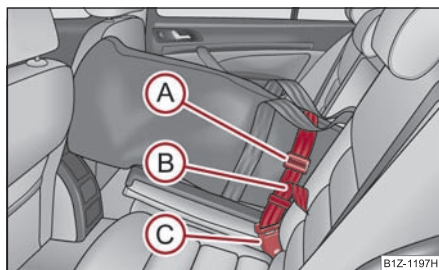

Fig. 134 Seguro de la bolsa para carga de gran longitud en el cierre central del cinturón de los asientos traseros
- Inserte el cinturón de seguridad de la bolsa para carga de gran longitud (A) en el cierre del cinturón central (C) ⇒ fig. 134.
- Apriete fuertemente el cinturón de seguridad por el extremo libre (B).